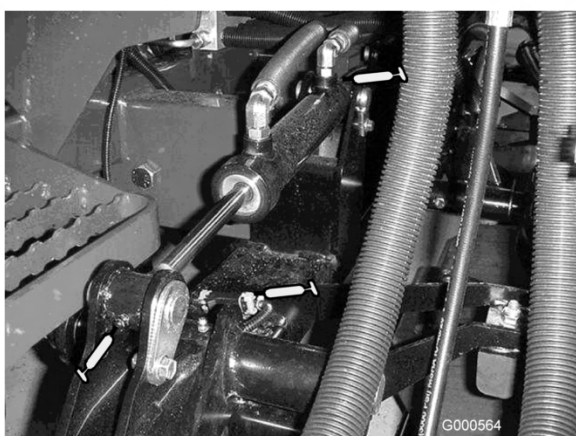

Figure 25
- Bagues de bras de relevage (1 par plateau) (Figure 25).
- Bagues de vérin de relevage (2 par plateau) (Figure 25).